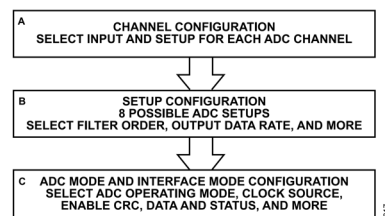

図 17. 推奨する ADC 設定のフロー
ADC の設定を変更するときの推奨フローの概要を 図 17 に示します。このフローは次の 3 つのブロックに分かれています。
- ▶ チャンネル設定 (図 17 のボックス A を参照)。
- ▶ セットアップ設定 (図 17 のボックス B を参照)。
- ▶ ADC モードとインターフェース・モードの設定 (図 17 のボックス C を参照)。